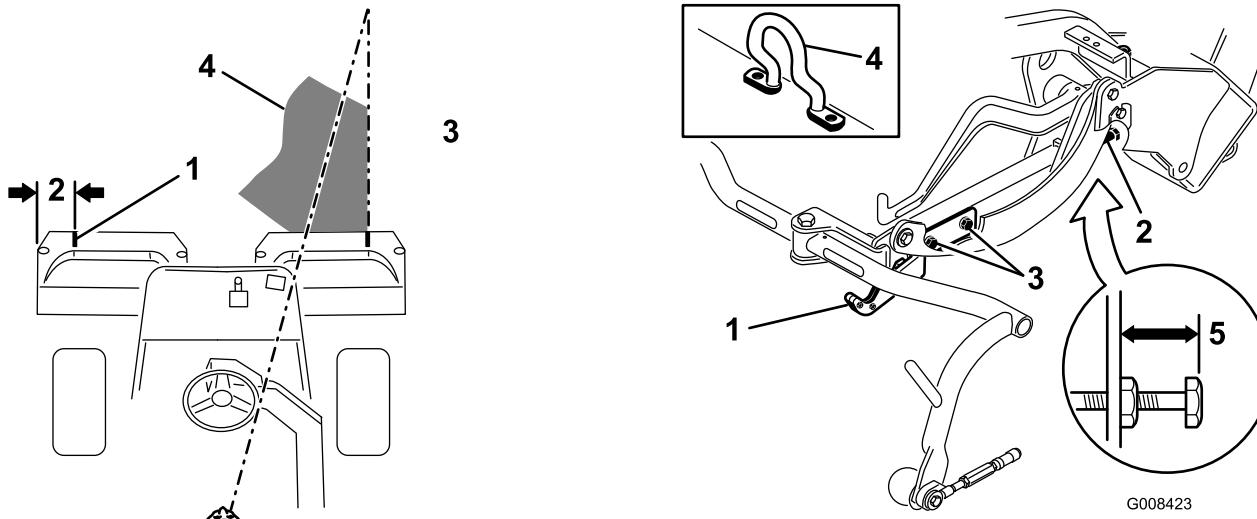
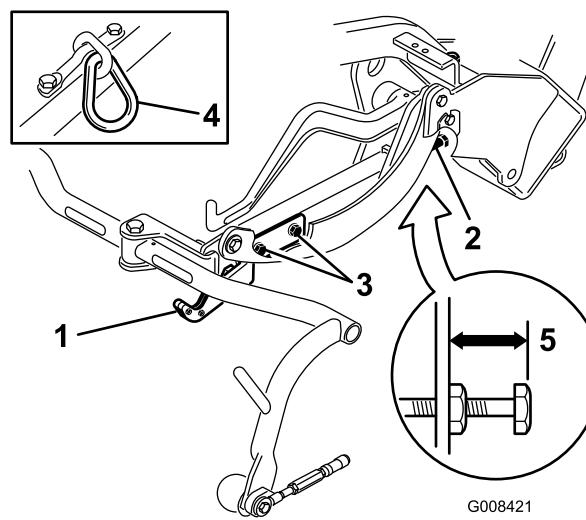
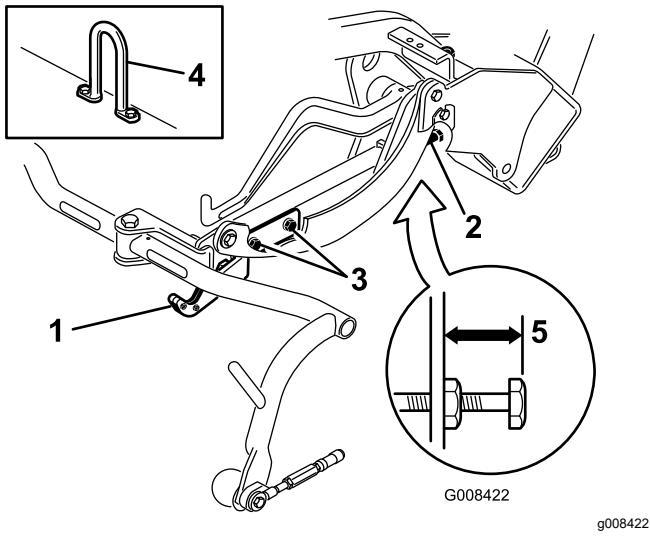

Figura 10
Figura 11
Figura 12
Verifique a altura de transporte (Figura 11 e Figura 12) e ajuste-a, se necessário.
2. Em unidades de corte equipadas com um gancho de elevação desviado (Figura 10, em destaque) verifique se a distância a partir da parte superior do parafuso de ajuste da estrutura de suporte até à parte posterior da estrutura de suporte é de 25 mm. Se a distância não for de 25 mm, avance para o passo 4.
3. Em unidades de corte equipadas com um elo de corrente ou um cilindro de elevação reto (Figura 11 e Figura 12, em destaque) verifique se a distância a partir da parte superior do parafuso de ajuste da estrutura de suporte até à parte posterior da estrutura de suporte é de 22 mm. Se a distância não for de 22 mm, passe ao passo 4. Se a unidade de corte estiver equipada com uma articulação de elevação desviada (Figura 10), avance para o passo seguinte.
- Desaperte os parafusos de montagem da placa de transporte (Figura 11, Figura 12 e Figura 10).
- Se as estruturas de suporte não estiverem à mesma altura, desaperte a porca de bloqueio no parafuso de ajuste da estrutura de suporte (Figura 10, Figura 11 e Figura 12). Rode o parafuso para fora para elevar e para dentro para descer. Aperte a porca de retenção após ajustar a altura devida.